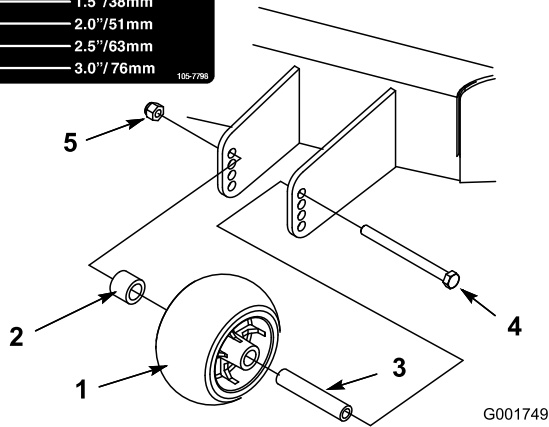

Figura 23
3. Después de ajustar la altura de corte, retire la tuerca con arandela prensada, el casquillo, el espaciador y el perno (Figura 23).
4. Seleccione el taladro que hará que el rodillo exterior esté lo más próximo posible a la altura de corte deseada (Figura 23).
5. Instale el rodillo exterior, el casquillo, el espaciador, el perno y la tuerca (Figura 23).